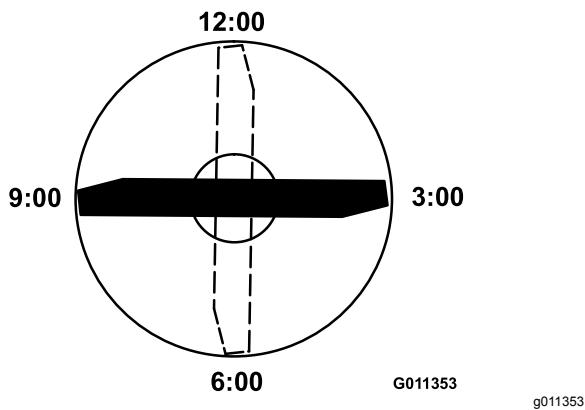

Figure 94
4. Positionnez le tranchant de l'extrémité marquée à la position 12 heures (droit devant dans la direction de la tonte) (Figure 94) et mesurez la hauteur de la surface plane au tranchant de la lame.